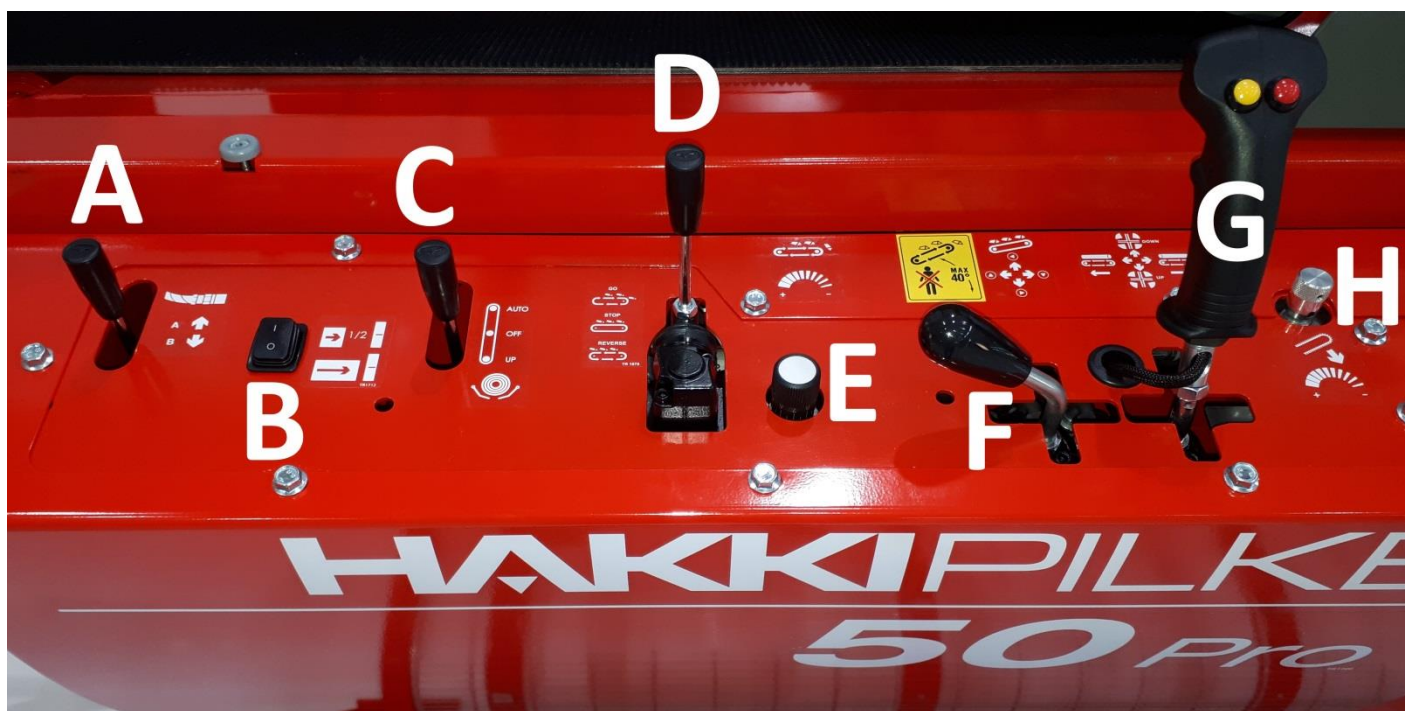

Bild 10. Maskinens manöverdon
2. Håll spärren som visas på bild 7 öppen och sänk ned utmatningstransportören med hjälp av hydraulisk spak D genom att vrida spaken åt höger (bild 10).
2. Frigör låsningen C (på bild 9) på transportörens övre del och sänk ner transportören till **det lägsta möjliga** läget med hjälp av den hydrauliska spaken D på bild 10.
4. Vänd transportören till mittläget med hjälp av spaken D (bild 10).
Namn på och funktioner för manöverdonen på bild 10:
Maskinens klyvbett styrs hydrauliskt med hjälp av styrspak G på bild 10, det vill säga när spaken är i det främre läget, sänks bettet ned och i det bakre läget lyfts bettet upp. Vi rekommenderar att veden alltid går genom bettet så nära bettets mitt som möjligt så att vedklabbarna blir lika stora.